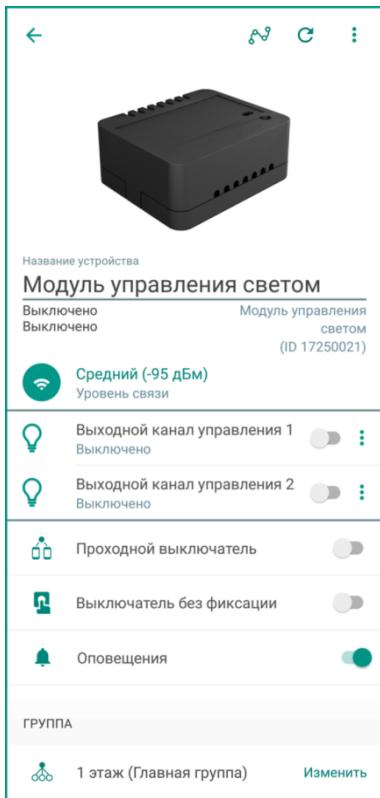

Рисунок 12.1 – Экран настройки модуля
1. В приложении на экране настройки модуля (в строке *Уровень связи*, см. рисунок 12.1).
Текущие уровень связи модуля с хабом отображается на экране настройки модуля (см. рисунок 12.1).
Настройки работы модуля могут быть изменены на экране настройки модуля (см. рисунок 12.1):
На экране настройки модуля (см. рисунок 12.1) вы можете отключить push-оповещения о включении и выключении модуля. В этом случае записи о работе модуля будут сохраняться только в Журнале событий и в разделе Статистика (см. п. 13).